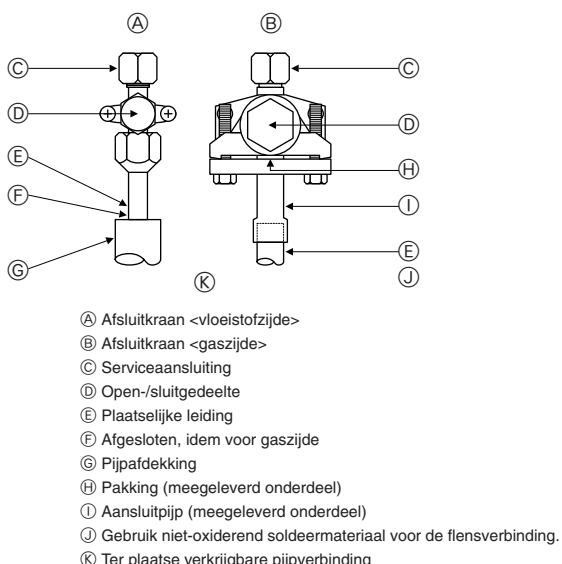

Fig. 5-5
5.4. Luchtdichtheid van de koelstofpijpen testen (Fig. 5-5)